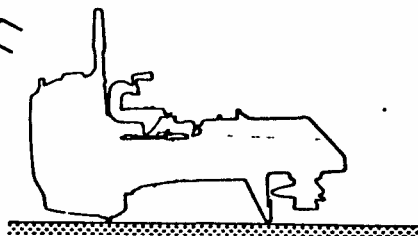

Рис. 45
- 4) Опустите мотор на землю ручками вверх. (Рис. 45)